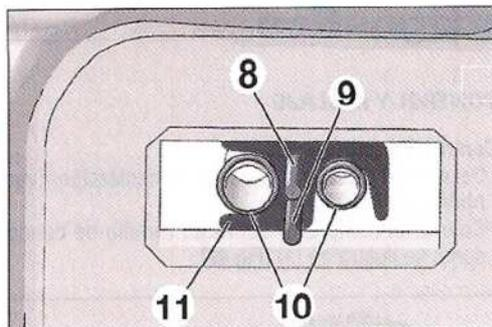

FIG. 36
• Colocar la varilla roscada (8) (Fig.36).
• Colocar la varilla roscada (9) (Fig.36).
• Desmontar la válvula de expansión (7) (Fig.35) y las juntas tóricas (10) (Fig.36).